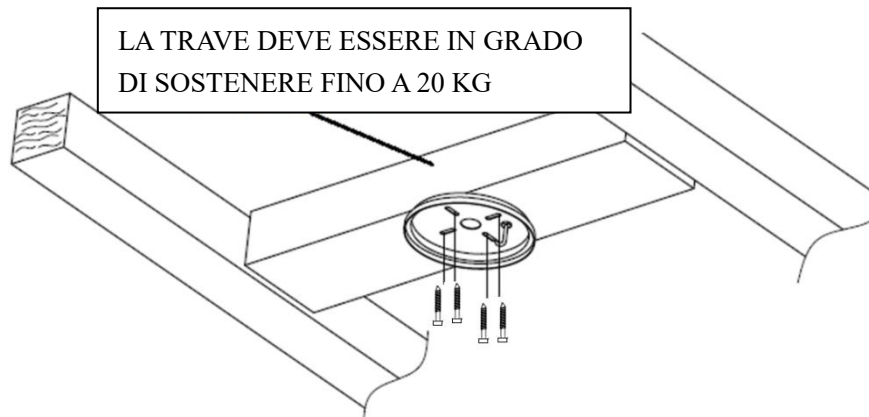

Fig. 2
- Fissare la staffa di supporto a una struttura o una trave del soffitto in grado di sostenere un carico di almeno 20 kg con le 4 viti lunghe fornite. Assicurarsi che almeno 30 mm della vite siano inseriti nella struttura (Fig. 2).